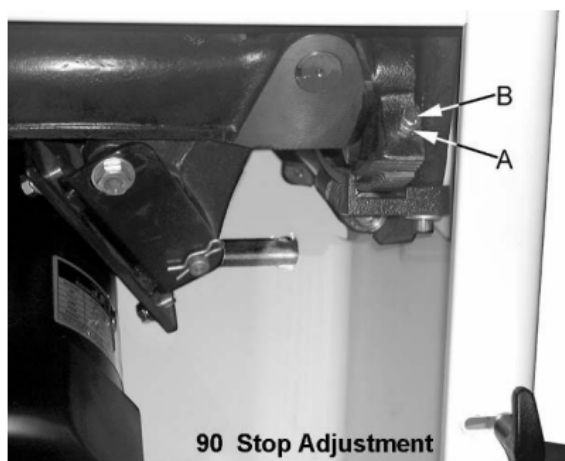

Рис. 18
5. Если пильный диск не под углом 90 градусов, откройте крышку двигателя, ослабьте контргайку (А см. рис. 18) и поверните стопорный винт регулировки (В, рис. 18) на передней цапфе во внутрь или наружу. Регулировочный винт следует прекратить вращать на переднем кронштейне цапфы, когда пильный диск находится в 90 ° к столу. Затяните контргайку (А см. рис. 18).